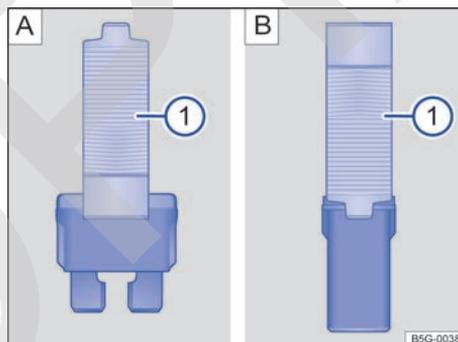

Fig. 240 Extraer o colocar el fusible con las pinzas de plástico: **A** Fusible enchufable plano. **B** Fusible tipo bloque.
- Dado el caso, retire las pinzas de plástico → fig. 240 ① situadas en la cubierta de la caja de fusibles correspondiente.
- En función del tipo de fusible, desplace las pinzas correspondientes → fig. 240 A ① o → fig. 240 B ① lateralmente sobre el fusible.
- Si el fusible se ha fundido, sustitúyalo por uno nuevo del *mismo* amperaje (de igual color y grabado) y del *mismo* tamaño → ①.